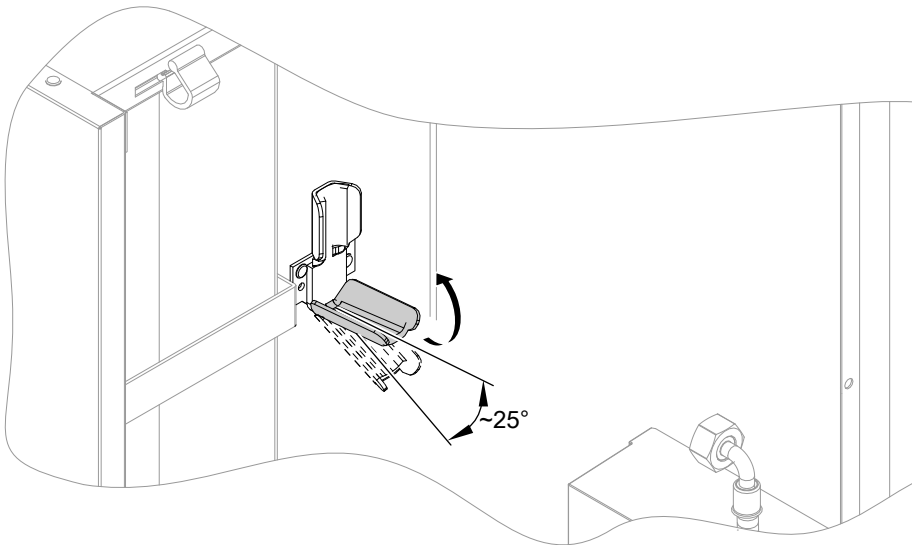

Abb. 94
- Ausdehnungsgefäß: Siehe Abb. 93 und ggf. Abb. 94.